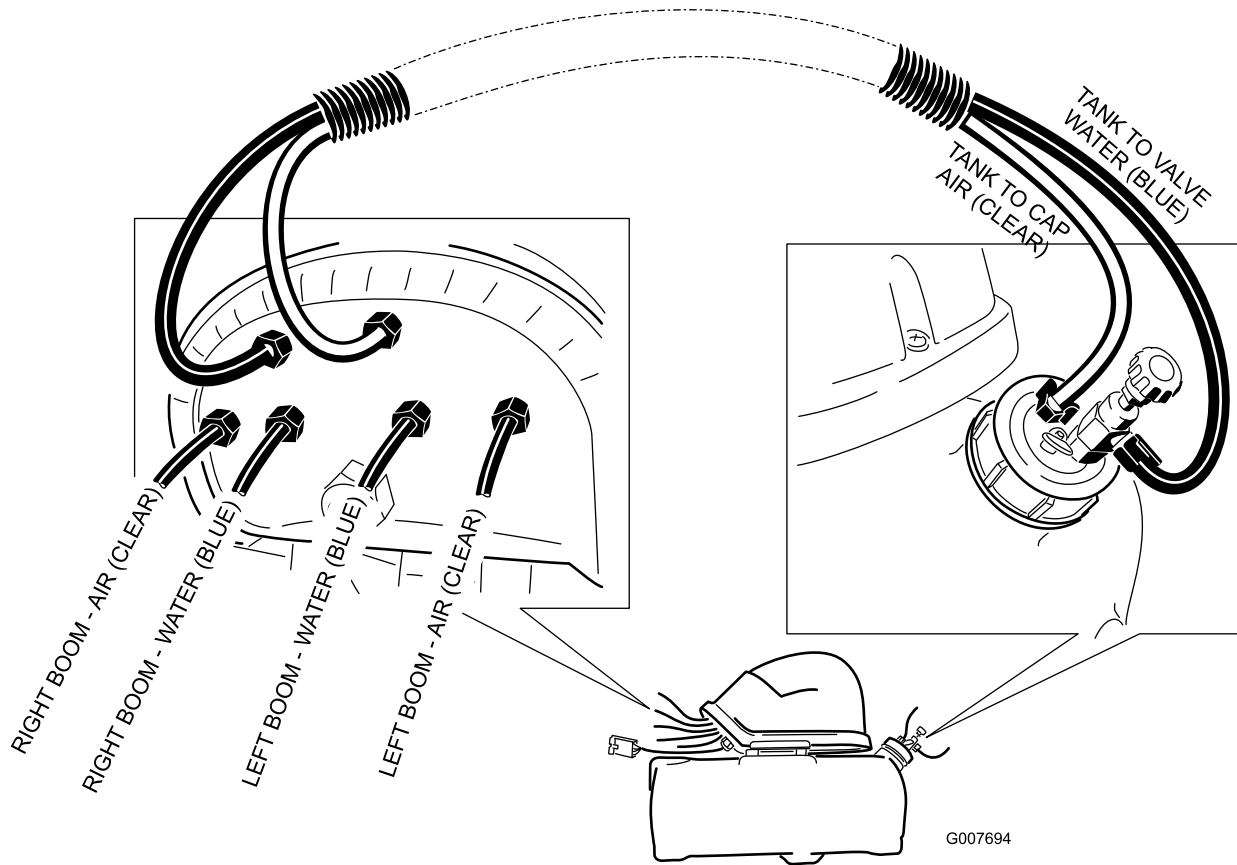

Figura 16
7. Certifique-se de que a orientação está como se mostra em Figura 16.